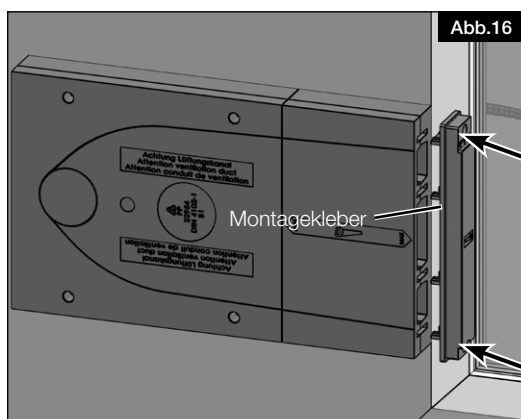
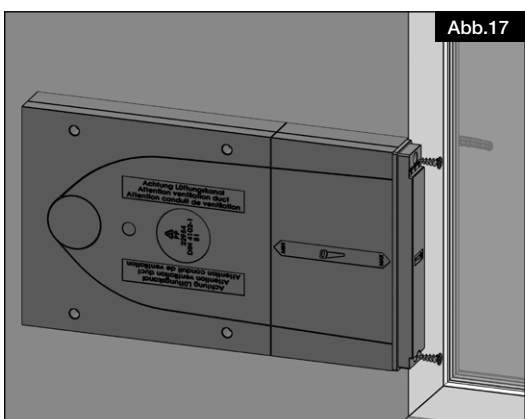

Abb.16
Abb.17
13. Den Montagekleber in die vorgesehenen Nuten auf den Putzrahmen aufbringen (s. Abb.16).
14. Den Putzrahmen auf den Laibungskanal aufstecken und mit den beigelegten Dämmstoffdübeln anschrauben (s. Abb.16/Abb.17).